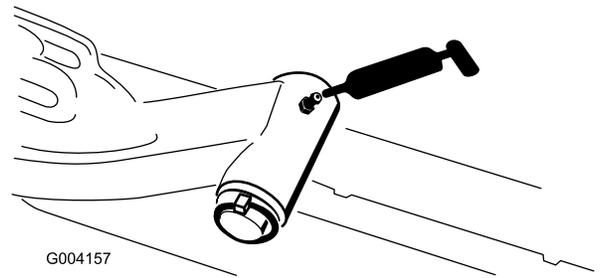

Figura 53
- Veio da articulação do braço de elevação (1 de cada) (Figura 53)